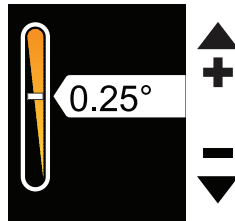

Abbildung 3-17: Angepassten Wärmegrad wählen
- Bei Auswahl von „Anpassen“ die Schaltflächen „Erhöhen“ und „Verringern“ antippen, um den Grad einzustellen (Abbildung 3-17 auf Seite 3-34).